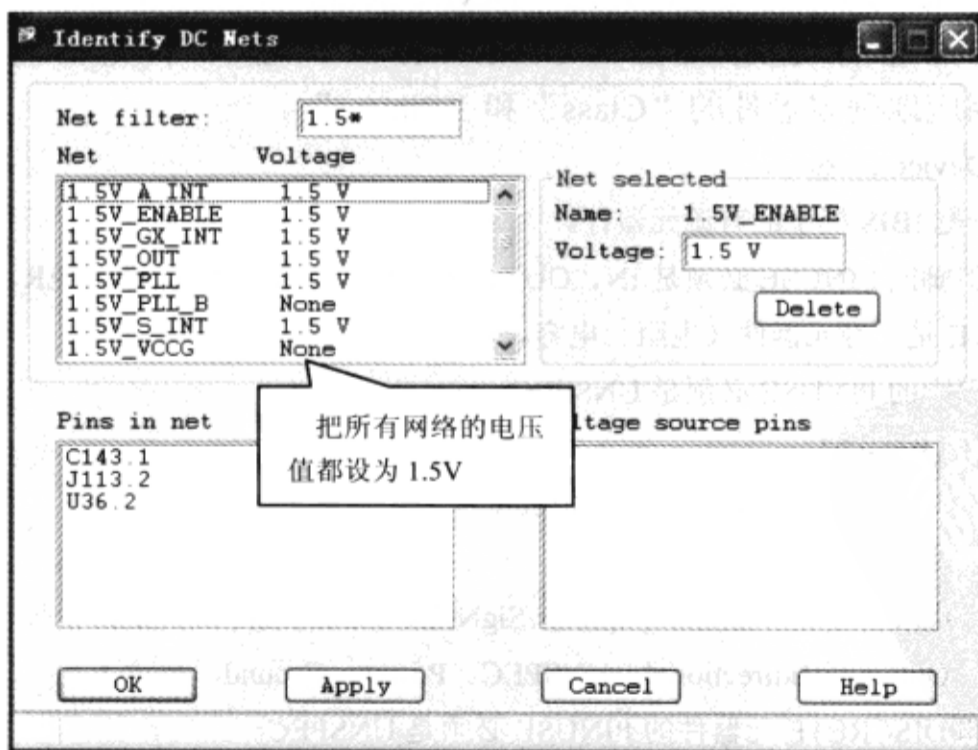

图 2-6-8 “Identify DC Nets”对话框
(4) 单击“确定”按钮, 关闭该提示窗口。
(5) 在“Identify DC Nets”对话框的“Net filter”栏中输入“1.5\*”并按“Tab”键, 如图 2-6-8 所示。